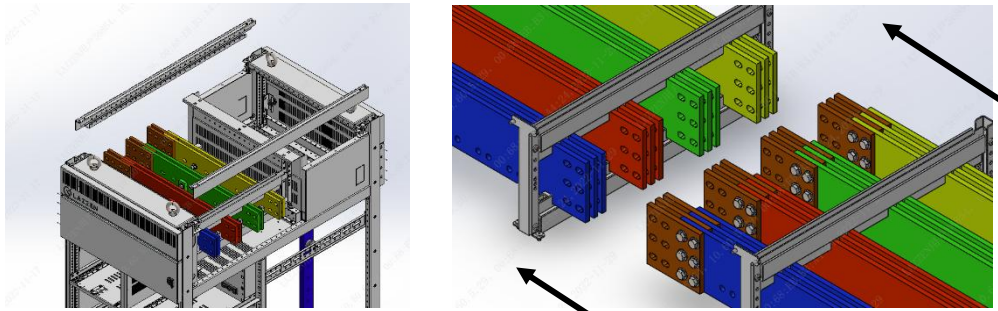

图 4-3
- 4000A/5000A 系统水平母线的连接（见图 4-3）